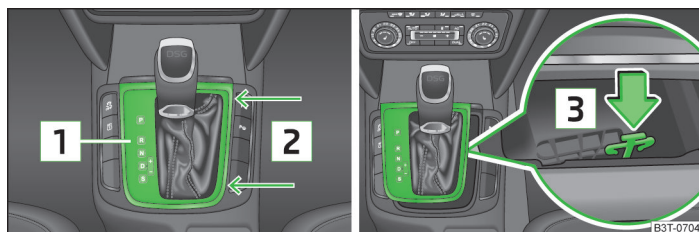

Fig. 197 Déverrouillage de secours du levier sélecteur
- Attrapez le soufflet du levier sélecteur **1** au niveau des flèches **2** » fig. 197 et tirez-le avec précaution vers le haut.